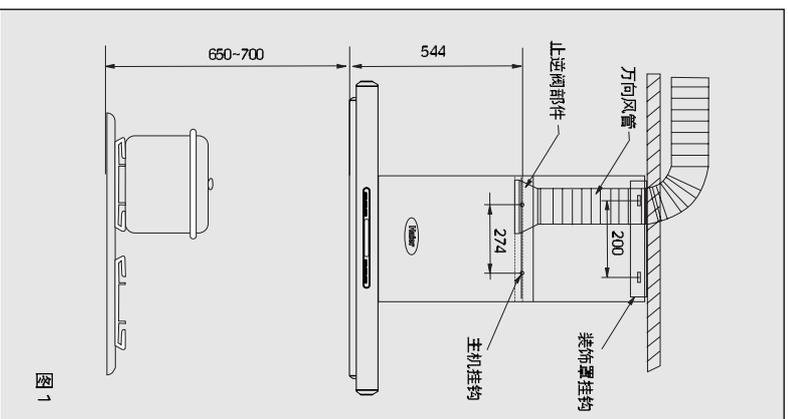

图1
1. 按图1尺寸在灶具上方坚实的地方确定冲击电钻位置。冲击电钻上0.8的冲击钻头，在钻孔位置上钻出2个直径为8mm，深为50mm的孔（间距为274mm），在两个打孔处安装膨胀螺栓，固定主机挂钩，流入木螺钉拧紧。
2. 根据实际情况确定内装饰罩的高度，按图1尺寸在安装吸油烟机位置正上方坚实的地方确定冲击电钻位置（间距为200mm）。在钻孔位置上钻出2个直径为8mm，深为50mm的孔，牢固埋设膨胀管，将装饰罩支架固孔对准膨胀管，旋入木螺钉拧紧。
将止逆阀部件与密封垫圈置于主机的出风口处，用8个M4x20的十字槽扁盘头螺钉紧固。将万向风管插入止逆阀座的槽内，并用2个ST3x8的螺钉紧固于止逆阀部件上（图1）。
2. 将装饰罩放置于主机出风口处，注意装饰罩下部与外罩顶部周边相吻合，根据实际情况确定内装饰罩的高度并固定装饰固定架后，将内装饰罩固定在固定架面（图1）。